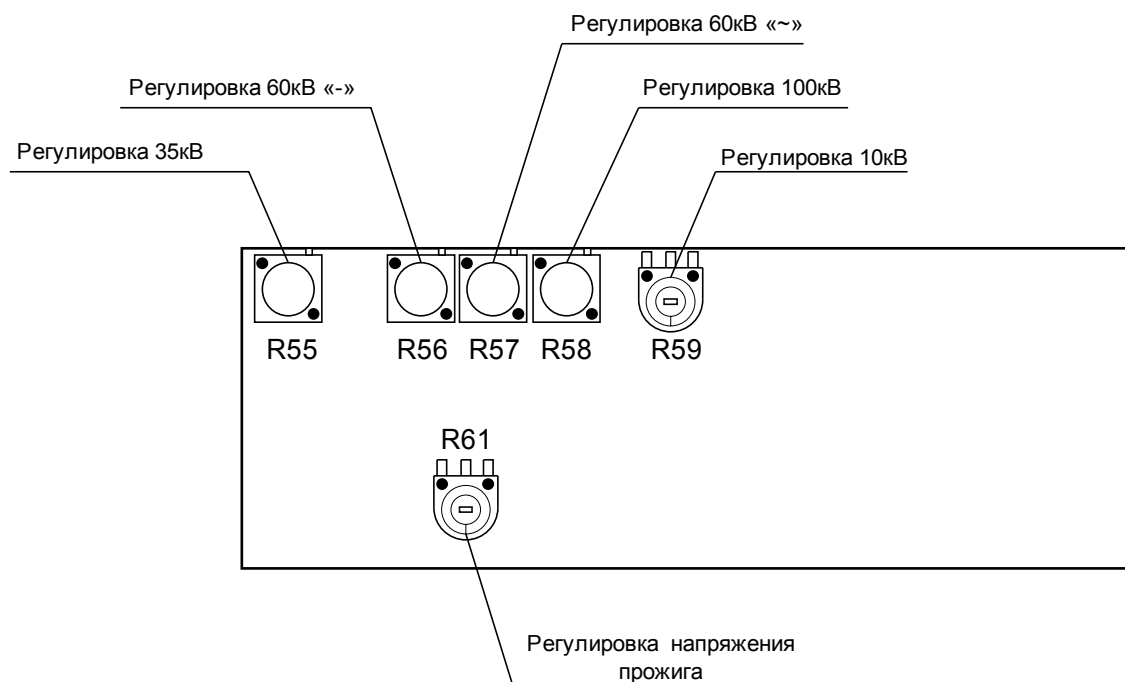
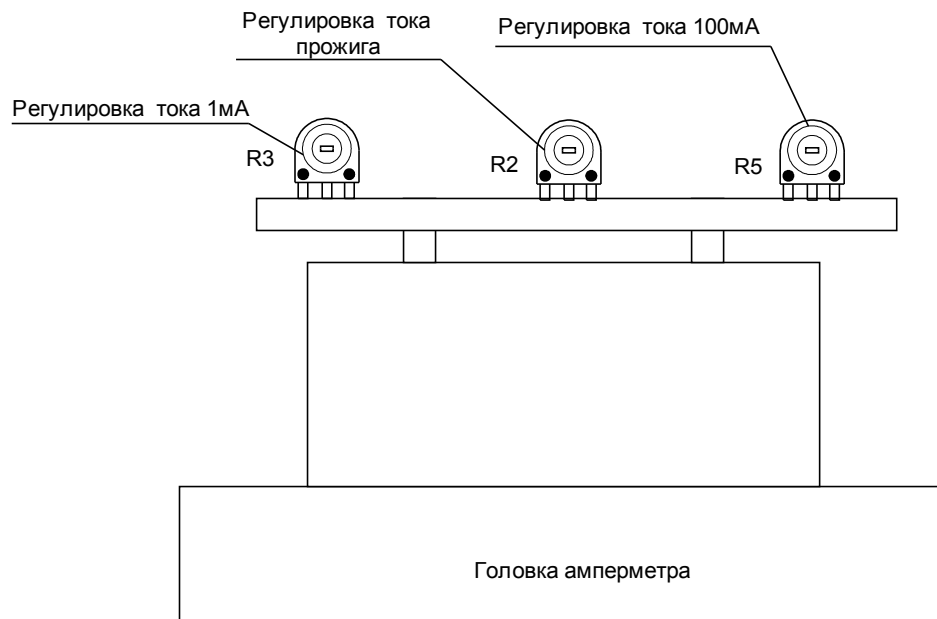

Рис. 2. Схема размещения регулировочных резисторов на плате А1 «Узел управления 1». (Вид сбоку).
Рис. 3. Схема размещения регулировочных резисторов на плате А4 .
- 8.5.1. Регулировки **показаний приборов** производятся подстроечными резисторами, расположенными на плате А1 «Узел управления 1» (см. Рис.2) и на плате А4 (см.Рис.3) . Плата А1 закреплена на левой боковине блока управления лабораторией. Плата А4 закреплена на выводах амперметра.